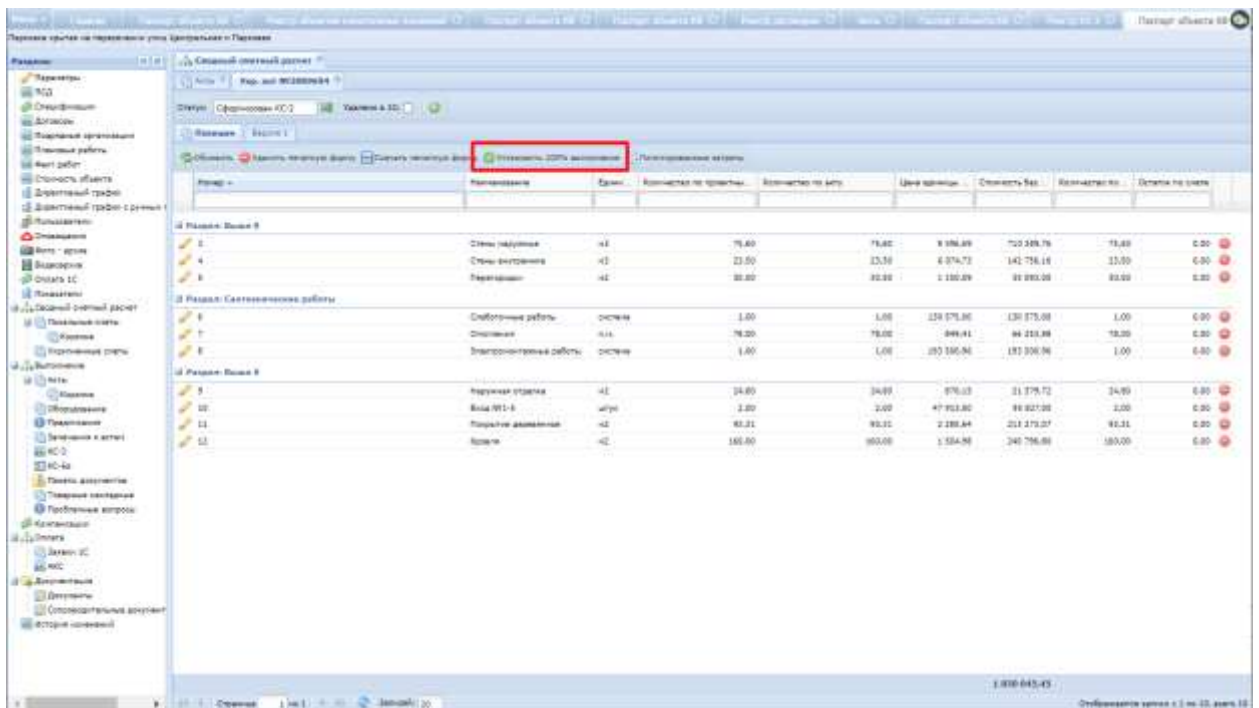

Рис. 135. Кнопка «Установить 100% выполнения» всем позициям
1. проставить массово всем позициям стопроцентный объем, который был заложен в акте выполненных работ, - нажать кнопку «Установить 100% выполнения» (Рис. 135);